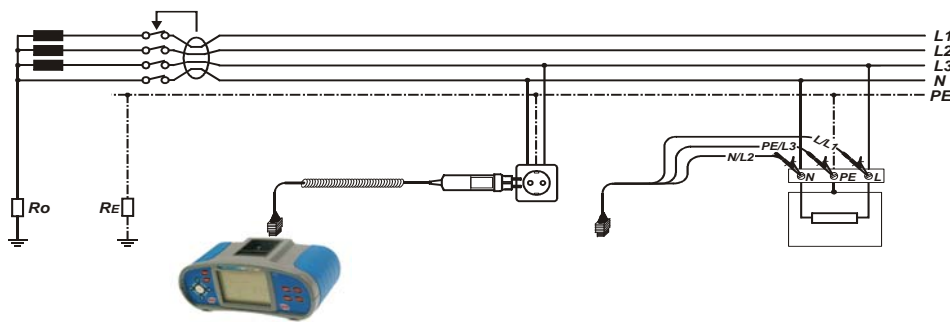

Abb. 5.12: Anschluss des Taster-Steckers und Universalprüfkabels
- ☐ Schließen Sie die Prüfleitungen an die zu prüfende Anlage an (siehe Abb. 5.12).
- ☐ Schließen Sie die Prüflleitungen an die zu prüfende Anlage an (siehe Abb. 5.12).
- Schließen Sie die Prüfleitungen an die zu prüfende Anlage an (siehe Abb. 5.12).
<ul style="list-style-type: none"> <li><input type="checkbox"/> Wählen Sie die RCD-Funktion.</li> <li><input type="checkbox"/> Stellen Sie Unterfunktion AUTO ein.</li> <li><input type="checkbox"/> Stellen Sie Prüfparameter (falls notwendig) ein.</li> <li><input type="checkbox"/> Schließen Sie den Prüfkabel an das Instrument.</li> <li><input type="checkbox"/> Schließen Sie die Prüfspitzen an die zu prüfende Anlage an (siehe Abb. 5.12).</li> <li><input type="checkbox"/> Drücken Sie die TEST-Taste.</li> </ul>	Beginn der Prüfung